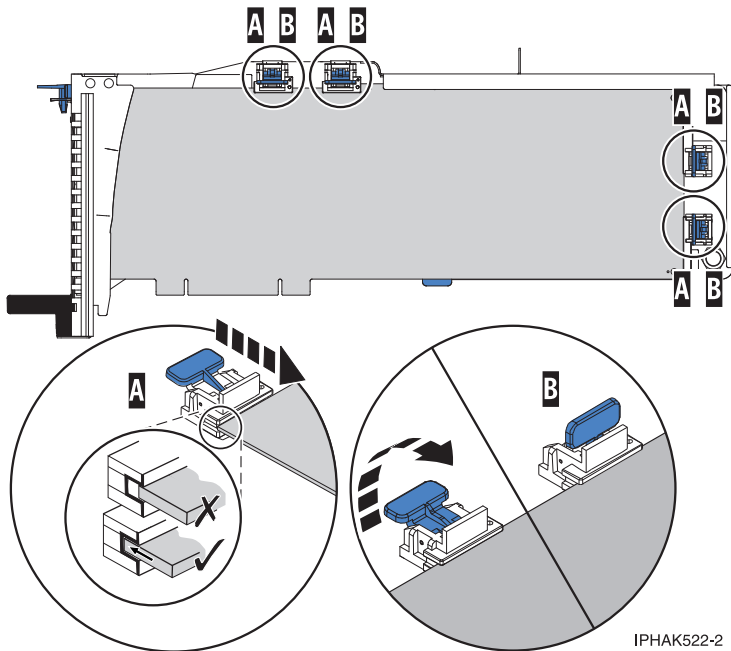

図 71. 支柱および安定器具が所定の位置に入った状態での PCI アダプター・カセットへのフルサイズ・アダプターの取り付け
- 2) アダプター保持器具クリップが水平位置 (A) にある場合、アダプター保持器具はロック解除されており、アダプターの方向へスライドさせることができます。
- e. 保持器具 (B) を取り付けてロックします。68 ページの図 71 を参照してください。